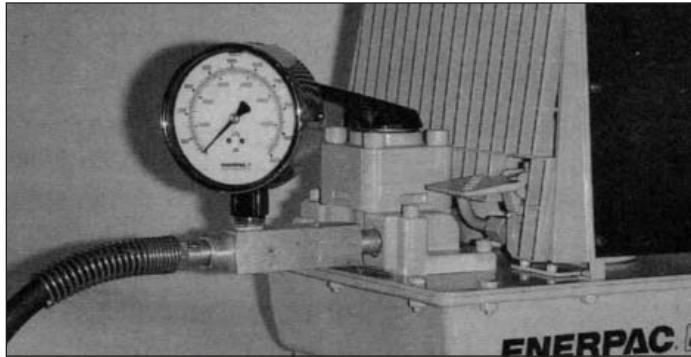

Figure 1 - Installation du manomètre
- Appliquer un produit d'étanchéité sur le manomètre, le raccord de tuyau NPT de l'adaptateur du manomètre. Effectuer les raccordements comme illustré à droite (Figure 1).